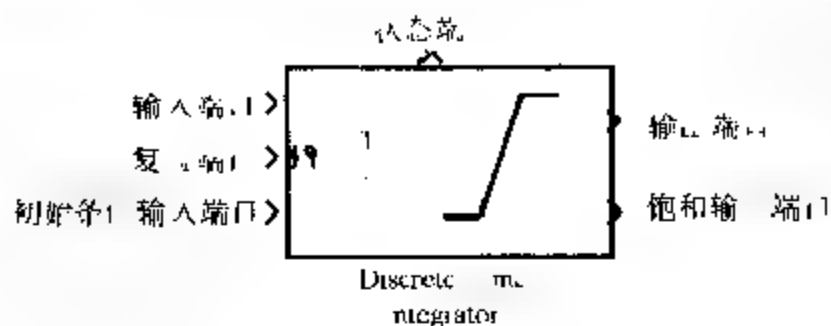

图 7.32 离散时间积分器模块在图标中显示端口
要从一个外部信号源提供初始状态, 指定 Initial condition source 参数为 external, 这时在模块输入端口的下部出现另外一个输入端口, 如图 7.32 所示。
缺省情况下, 状态端口显示在模块的上端, 如图 7.32 所示。
要生成一个信号以能够表明其状态什么时候是受限的, 选择 Show saturation port (显示饱和端口) 核选框。这时一个饱和端口显示在模块输出端口的底端, 如图 7.32 所示。
2) 复位状态。模块可以通过一个外部信号复位状态为指定的初始条件。要使模块重置它的状态, 选择 External reset 选项。一个触发端口显示在模块输入端口的下方并且显示了其触发类型, 如图 7.32 所示。
6) 选择所有选项.选择所有选项后,模块图标如图 7.32 所示.